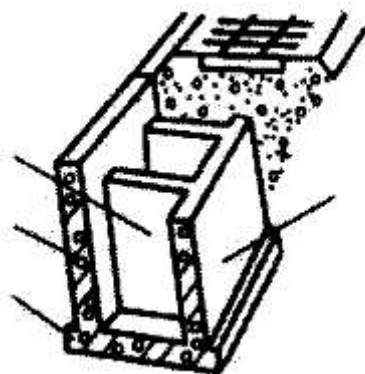

Рис. 56. Искусственное сооружение
**Текст задания:** Назовите, какое искусственное сооружение показано на рис. 56. Расскажите о его назначении, материале изготовления и опишите его основные части.